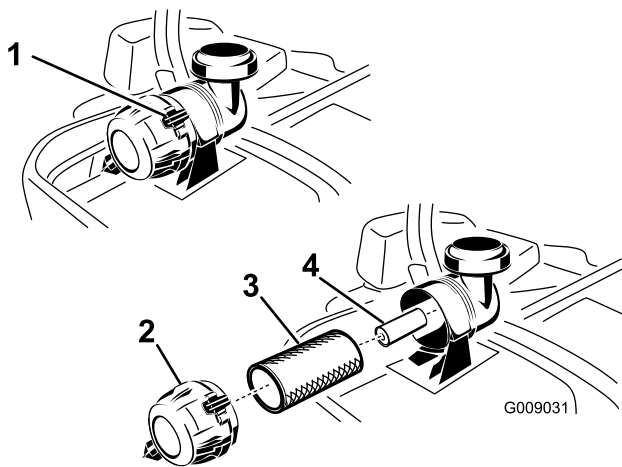

Figure 47
3. Appuyez sur les attaches du filtre à air pour les ouvrir et détachez le couvercle du corps du filtre à air (Figure 47).
5. Sortez le préfiltre du corps du filtre avec précaution (Figure 47). Évitez de cogner l'élément à l'intérieur du corps.
1. Ne nettoyez pas l'élément en papier, remplacez-le (Figure 47).
2. Si vous remplacez l'élément secondaire, insérez-le avec précaution dans le corps du filtre (Figure 47).
3. Placez ensuite le préfiltre sur l'élément secondaire avec le même soin (Figure 47).
5. Montez le couvercle, reniflard en bas, et tournez-le pour que les attaches verrouillent le couvercle en place (Figure 47).